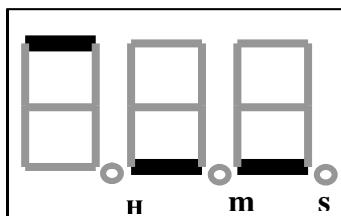

Рис.6
- выходной ток полностью отключится (рис. 6).